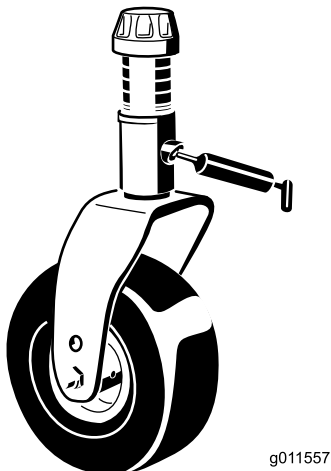

Figure 44
- 1 bague d'axe de chape de roue pivotante (Figure 44)